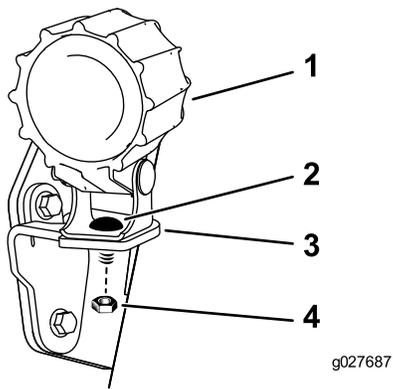

Figure 13
2. Retirez l'écrou et le boulon de chaque feu de travail et fixez-les sur les supports comme montré à la Figure 13.